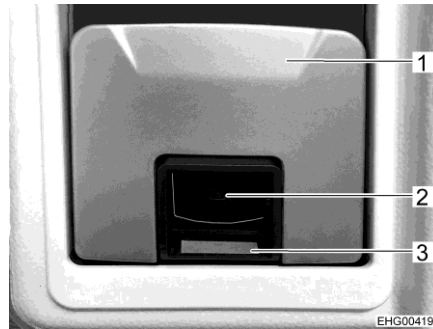

Fig. 41 Serrure de la porte (porte cellule à l'intérieur)
- Ouvrir : ■ Tirer sur la poignée (Fig. 41,1). La serrure de la porte se déverrouille et s'ouvre.
- Verrouiller : ■ Enfoncer la surface noire (portant le symbole de serrure) (Fig. 41,2) jusqu'à ce que la surface rouge (Fig. 41,3) devienne visible. La serrure de la porte se verrouille.